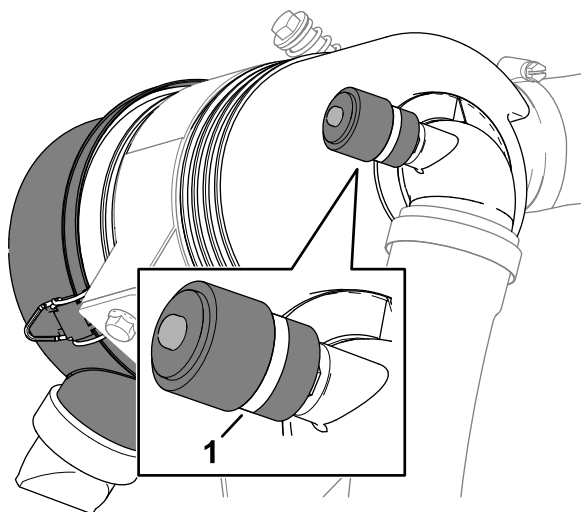

Figure 108
3. Vérifiez l'indicateur de colmatage au bout du boîtier de filtre à air (Figure 108).